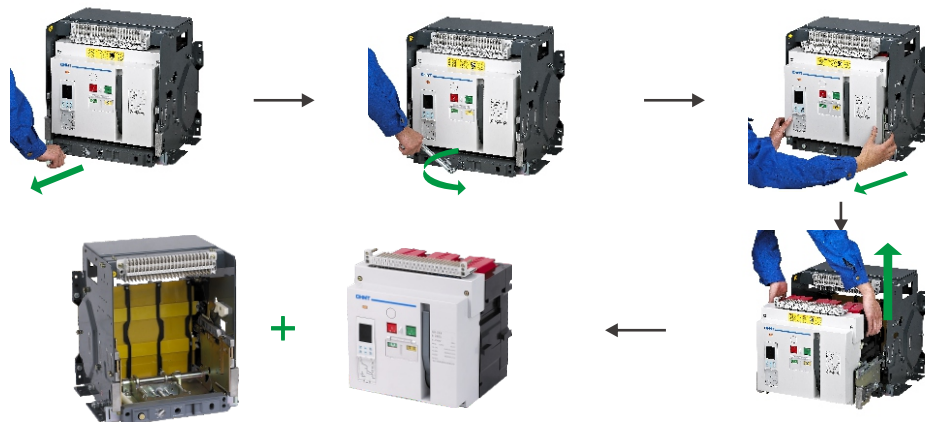

图21 取出断路器本体操作
7.2.1 将断路器本体从抽屉座中取出(图21)：抽出手柄；并将手柄六角头完全插入抽屉座手柄孔内，逆时针转动手柄，将断路器本体从“连接”位置移动至“分离”位置；将手柄拔出后，按图示拉出断路器本体(NA1—1000X型先按下按钮)，本体向外拉出，注意拉出断路器本体时，由于重心前移，要注意防止断路器倾倒及跌落；将断路器本体从抽屉内取出，然后将抽出导轨推回原处。